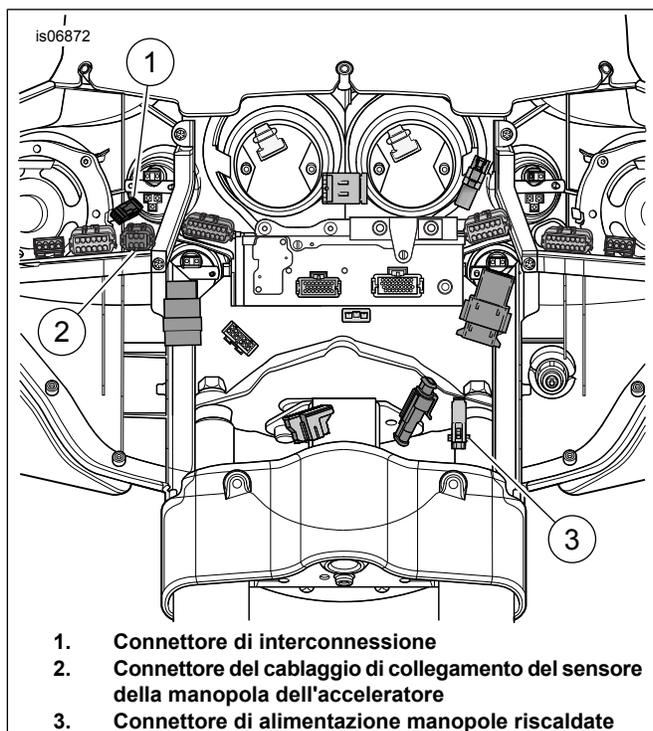

Figura 5. Cablaggio carenatura (modelli FLH)
Vedere Figura 5 Il cappuccio del connettore di alimentazione delle manopole (3) deve essere rimosso prima del collegamento al cablaggio del veicolo.
2. Vedere Figura 5 Collegare metà del connettore di alimentazione della manopola sinistra al connettore di alimentazione delle manopole (3).
3. Collegare (1) al connettore della manopola sinistra.
c. Collegare il connettore del cablaggio principale TGS dal cablaggio di collegamento al connettore (2).